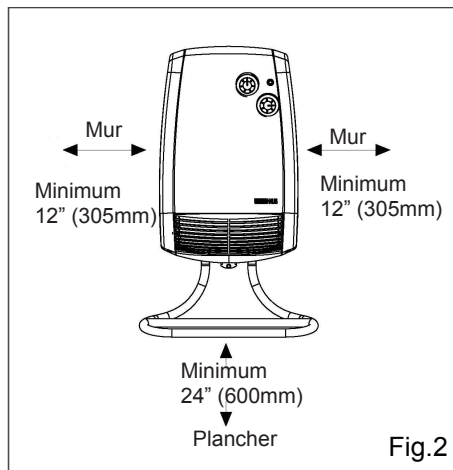

Fig.2
1. L'appareil doit être installé au mur, en respectant une distance de 24 po (600 mm) par rapport à la surface du plancher et 12 po (305 mm) des murs adjacents (Fig.2). Aucune porte ne doit pouvoir se refermer sur l'appareil.